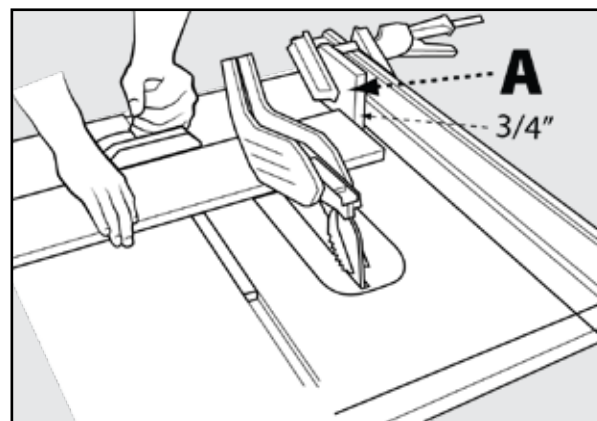

FIGURA 37
Al realizar cortes transversales en varias piezas a la misma longitud, puede sujetar un bloque de madera (A) (consulte la Figura 37) a la guía y usarlo como un calibre de corte. El bloque (A) debe medir al menos 3/4 de pulgada (19 mm) de grosor para evitar que la pieza que está cortando se atasque entre la hoja y la guía. Después de determinar la longitud del corte, enganche la guía y utilice el medidor de inglete para empujar la pieza de trabajo hacia la hoja.